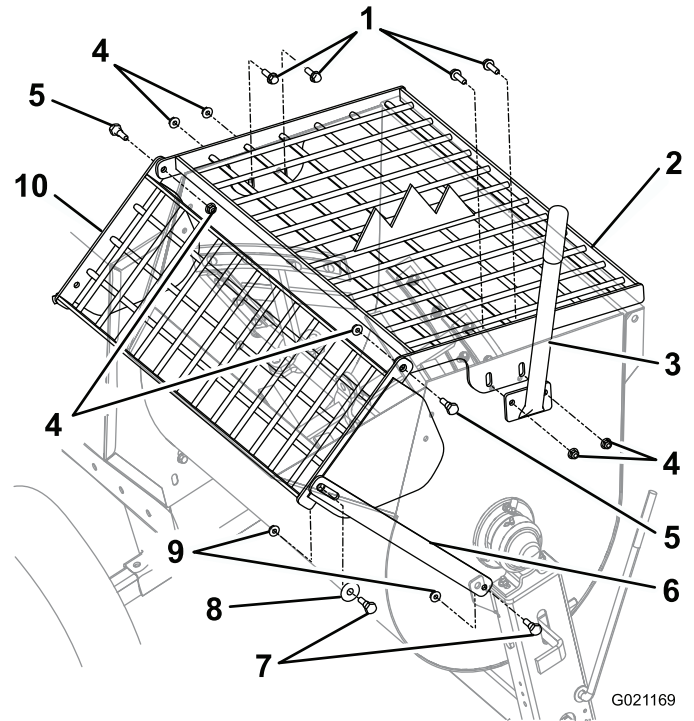

Figura 3
2. Introduzca los 4 pernos largos a través de los taladros de montaje del tambor y del protector estacionario, desde el interior del tambor (Figura 3).
3. Instale la palanca de volteo en los 2 pernos delanteros, y sujete el protector y la palanca con tuercas apretadas a 41 N-m (30 pies-libra); consulte Figura 3.
4. Sujete los 2 pernos de la parte trasera del protector con tuercas apretadas a 41 N-m (30 pies-libra); consulte Figura 3.
5. Alinee los taladros del protector estacionario y del protector móvil, y sujételos con los 2 pernos de cuello largo y tuercas apretadas a 22 N-m (16 pies-libra); consulte Figura 3.
6. Alinee la ranura del brazo de elevación con el taladro de la esquina delantera del protector móvil, y sujételo con un perno de cuello largo, una arandela y una tuerca (del brazo de elevación original) apretados a 22 N-m (16 pies-libra); consulte Figura 3.
7. Alinee el taladro inferior del brazo de elevación con el taladro de la pestaña de la pata delantera, y sujételo con el otro perno de cuello largo y la tuerca (del brazo de elevación existente) apretados a 22 N-m (16 pies-libra); consulte Figura 3.